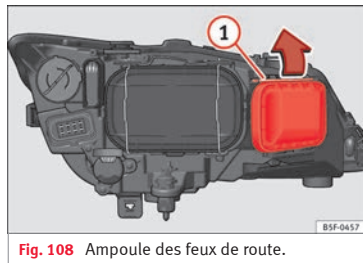

Fig. 108 Ampoule des feux de route.
- Déplacez le tirant » **fig. 108 ①** dans le sens de la flèche puis retirez le cache.